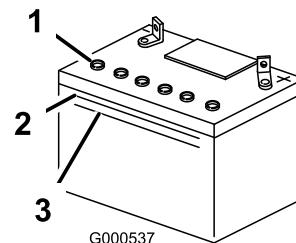

Figura 41
1. Osservate il fianco della batteria. L'elettrolito deve raggiungere la linea **superiore** (Figura 41). Non lasciate scendere l'elettrolito sotto la linea inferiore (Figura 41).
- Togliete i tappi di spurgo dalla batteria (Figura 41).
- Aggiungete lentamente acqua distillata in ogni elemento della batteria finché l'elettrolito non raggiunge la linea superiore (Figura 41) sulla scatola della batteria.
- Attendete cinque o dieci minuti dopo avere riempito gli elementi della batteria. All'occorrenza, aggiungete acqua distillata finché l'elettrolito non raggiunge la linea superiore (Figura 41) sulla scatola della batteria.